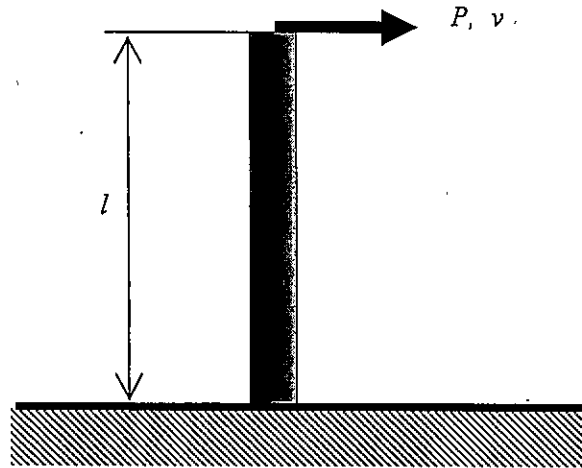
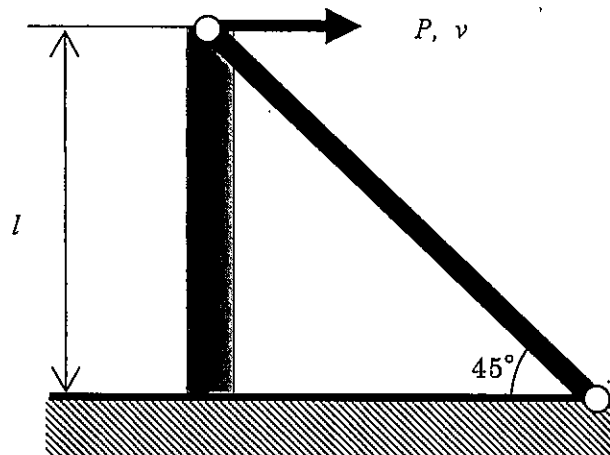

図 1-1
図 1-2
- (1) 図 1-1 に示すように水平面に鉛直に立てられた長さ l の支柱の先端に水平方向荷重 P が加えられ、水平方向変位 v が生ずる。支柱を片持ち梁とみなして、 P と v の関係を求めよ。梁の縦弾性係数を E 、断面二次モーメントを I とせよ。
- (2) 図 1-1 の支柱の先端に長さ $\sqrt{2}l$ の棒部材をピン結合し、棒部材のもう一方の端を水平面にピン結合で固定して図 1-2 に示す構造を組んだ。棒部材の断面積を A 、縦弾性係数を E として、支柱先端に加わる水平方向荷重 P と水平方向変位 v の関係を求めよ。